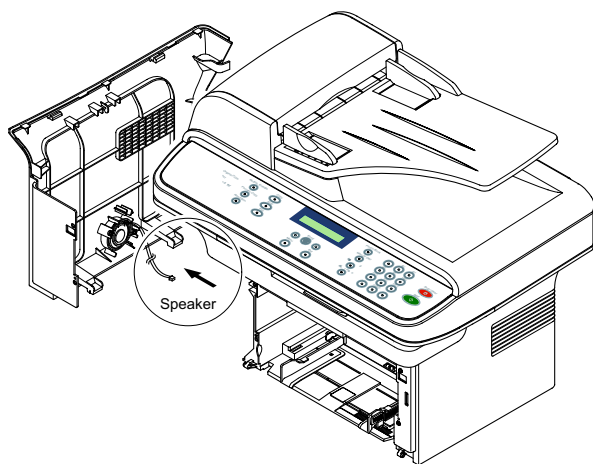

Рисунок 3
5. Отключите разъем динамика от главной платы, рисунок 3.